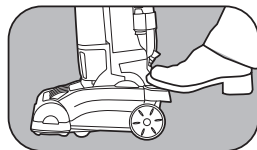

Fig. 1
1. Pour débloquer la poignée, appuyez sur la pédale de libération de la poignée située sur le côté gauche du suceur de l'aspirateur (du point de vue de l'utilisateur) et tirez la poignée vers l'arrière (Fig. 1).